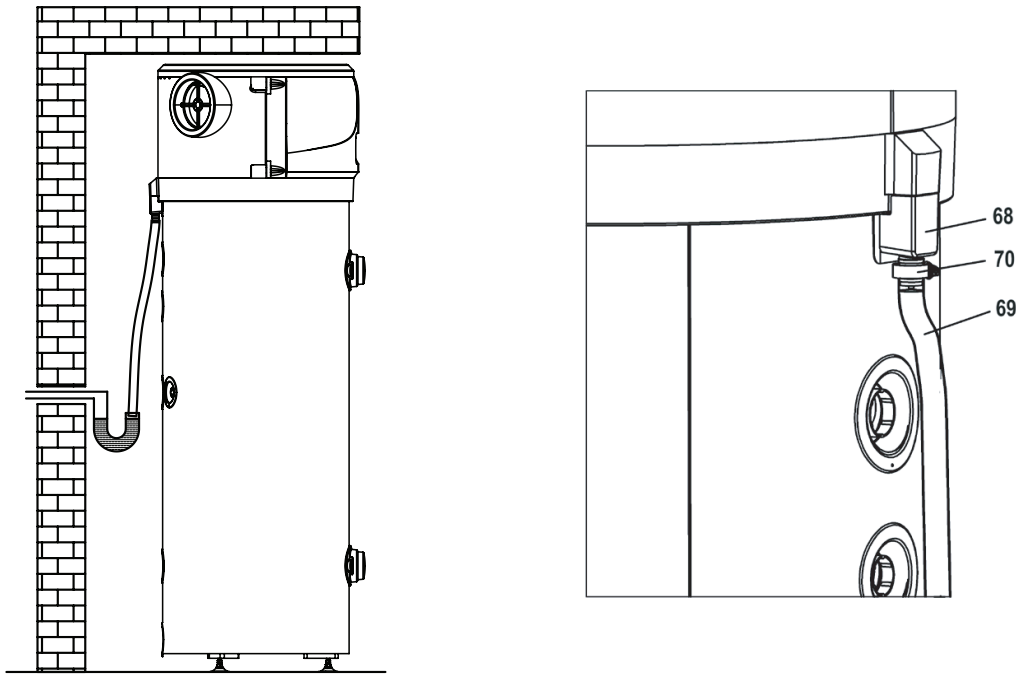

Fig. 22
Condensul care se formează în timpul funcționării pompei de căldură curge printr-o țevă de descărcare adecvată (G 3/4") care trece prin carcasă și iese pe partea laterală a dispozitivului. Utilizați un furtun flexibil Ø16 (69, Fig. 22) pentru conectarea la fittingul din plastic (68). Strângeți furtunul cu ajutorul colierului pentru furtun (70). Manipulați cu grijă
fittingul din plastic (68) pentru a evita deteriorarea. Conectați furtunul la un sifon astfel încât condensul să se scurgă liber (Fig. 22).
⚠ Manipulați cu grijă fittingul din plastic (68) (Fig. 22) manual pentru a evita deteriorarea.